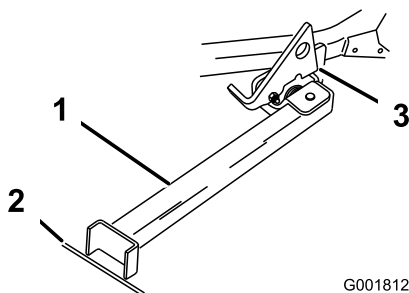

Figura 33
- Alzate il dispositivo di chiusura. Portate il piede del supporto sul davanti e spostate il supporto verso la macchina, nell'intaglio inferiore (Figura 32e Figura 33).
- Mettete a terra il piede del supporto ed appoggiate il dispositivo di chiusura sull'aletta orientabile (Figura 33).
Nota: Per ottenere risultati ottimali, appoggiate il piede del supporto nelle fessure del marciapiede o nel tappeto erboso (Figura 33).
- Guidate sul supporto. Fermatevi quando il dispositivo di chiusura cade sull'aletta e si chiude (Figura 33). Una volta sul supporto, innestate il freno di stazionamento e spegnete il motore.